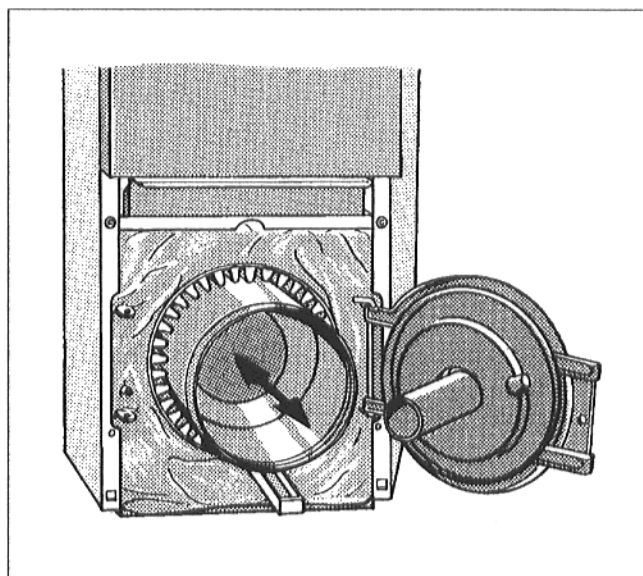

Fig. 33
- Aprire la porta del bruciatore, rimuovere il cilindro catalizzatore dalla camera di combustione (Fig. 33).